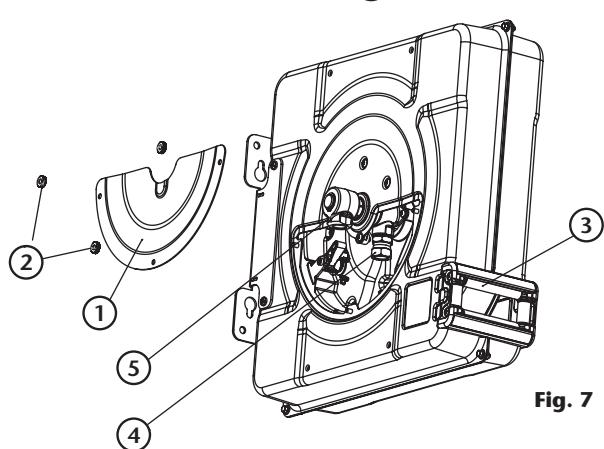
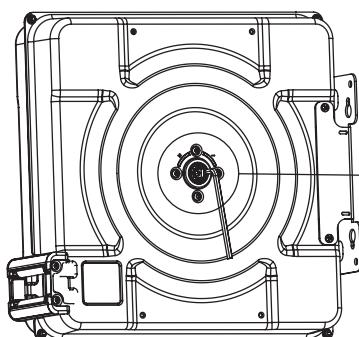

Fig. 7
Fig. 8
4. Retirez le couvercle de service (1) (fig. 7) en desserrant les écrous en plastique (2) (fig. 7). Aucun outil n'est nécessaire pour desserrer ces écrous.
5. Insérez l'extrémité du tuyau (l'extrémité opposée à l'arrêt du tuyau) à travers la sortie du tuyau (3) (fig. 7), et insérez-le à travers la fenêtre du disque, pour le connecter au raccord du dévidoir (4) (fig. 7). Une grande fenêtre dans la coque facilitera cette tâche. Veillez à ne pas trop serrer le disque en plastique lors du serrage des filets, ce qui pourrait l'endommager.
6. Une fois le tuyau connecté au raccord (4) (fig. 8), insérez une clé Allen de 7 mm (1) (fig. 8) entre les faces dans l'hexagone en laiton (2) (fig. 8), et avec cette clé, tournez le tambour dans le sens positif en suivant l'indication (4) (fig. 8) sur le boîtier. De cette façon, le tuyau se rétractera progressivement dans le tambour sans que le ressort soit sous tension. Lorsque la butée du tuyau entre en contact avec les rouleaux de la sortie du tuyau (3) (fig. 7), arrêtez de tourner le tambour.
7. Retirez la clé Allen (1) (fig. 8) et insérez à sa place une clé carrée (1) (fig. 9). En tournant cette clé, vous ferez tourner le verrou du ressort (2) (fig. 9) (le disque restera statique) et le ressort commencera à se tendre.
8. Appliquer la pré-tension indiquée dans le tableau 1 ci-dessous, en tournant la clé dans le sens positif selon l'indication figurant sur le carénage (4) (fig. 8):
2. Déconnectez le tuyau du raccord de l'enrouleur (4) (fig. 7) et retirez la butée du tuyau.
4. Insérez l'extrémité du nouveau tuyau à travers la fenêtre du disque, pour le connecter au raccord de l'enrouleur (4) (fig. 7). Une grande fenêtre dans la coque facilitera cette tâche. Veillez, lorsque vous serrez les filets, à ne pas exercer un effet de levier excessif sur le disque en plastique, ce qui pourrait l'endommager.
2. Lorsque la clé est tournée dans le sens négatif selon l'indication du boîtier du ressort (4) (fig. 8), le ressort commence à perdre de la tension. En tournant la clé dans le sens positif, le ressort gagne en tension. Soustraire ou ajouter des tours selon les besoins, en veillant à laisser un minimum de 2 tours de pré-tension et un maximum pour ne pas dépasser le taux de ressort total.
3. Verrouillez le tambour à l'aide d'un outil approprié. Il est également recommandé de bloquer le tambour à l'aide d'une clé Allen de 7 mm (1) (fig. 8) en l'insérant dans l'hexagone en laiton (2) (fig. 8), à travers la pièce de précontrainte (3) (fig. 8). Vous pouvez également déplacer la butée du tuyau (fig. 5) vers une nouvelle position, où le cliquet peut être vu à travers la fenêtre de service lorsque la butée repose sur les rouleaux de sortie du tuyau.